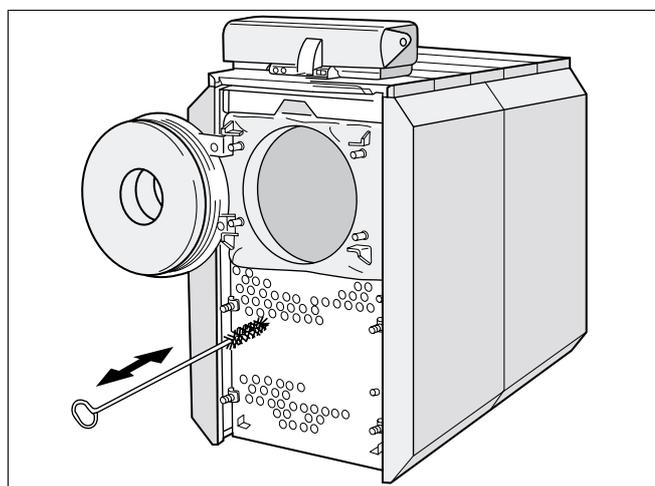

Fig. 27 Spazzolare i tubi di scambio termico secondario
- Spazzolare i tubi di scambio termico secondario (fig. 27).